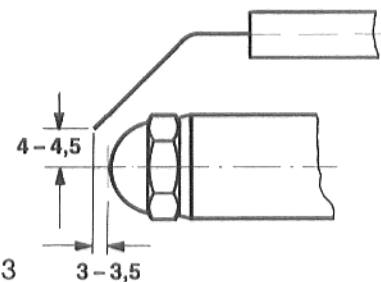

Abb. 3
- Zündelektroden einstellen (Abb. 3, 4).